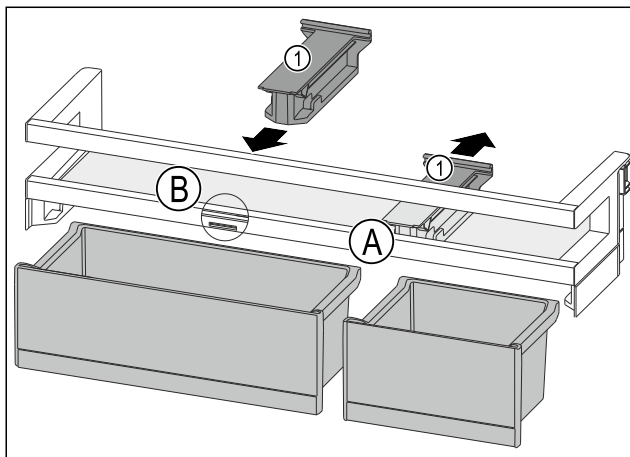

Fig. 154
- Tirare l'elemento di tenuta Fig. 154 (1) all'indietro per portarlo in posizione Fig. 154 (A).
- Inserire l'elemento di tenuta Fig. 154 (1) in posizione Fig. 154 (B).